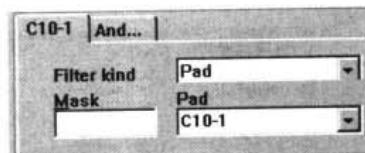

图 10-75 规则范围设置为指定的焊盘
- Pad: 指定焊盘。选择此项后，规则适用范围为指定的焊盘，可在 Pad 下拉列表中选择焊盘名称，如图 10-75 所示。